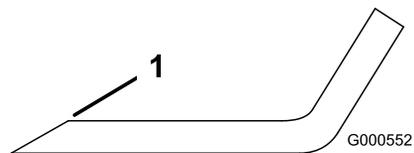
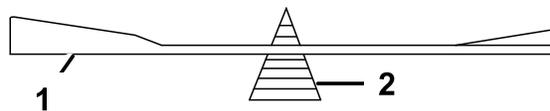

Figure 53
Figure 54
1. Au moyen d'une lime, aigüez les tranchants aux deux extrémités de la lame (Figure 53). Veillez à conserver l'angle de coupe d'origine. Limez la même quantité de métal sur chacun des deux tranchants pour ne pas déséquilibrer la lame.
2. Vérifiez l'équilibre de la lame en la plaçant sur un équilibreur (Figure 54). Si la lame reste horizontale, elle est équilibrée et peut être utilisée. Si la lame est déséquilibrée, limez un peu l'extrémité de la partie relevée seulement (Figure 53). Répétez cette procédure jusqu'à ce que la lame soit équilibrée.